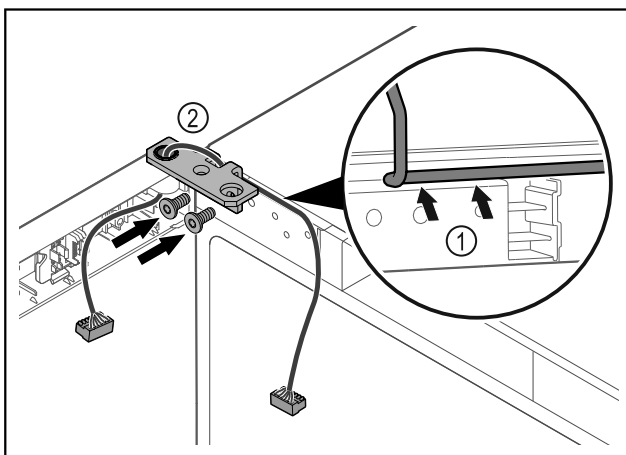

Fig. 45
- ▶ Проведите кабель через отверстие в шарнирном уголке и аккуратно уложите его Fig. 45 (1).
- ▶ Привинтите шарнирные уголки Fig. 45 (2).